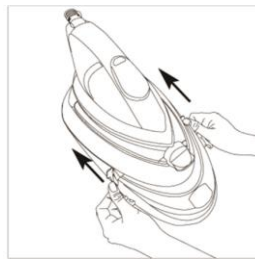

Figura 11
3. Reașezați rezervorul de apă și asigurați-vă că este fixat bine (Figura 11):